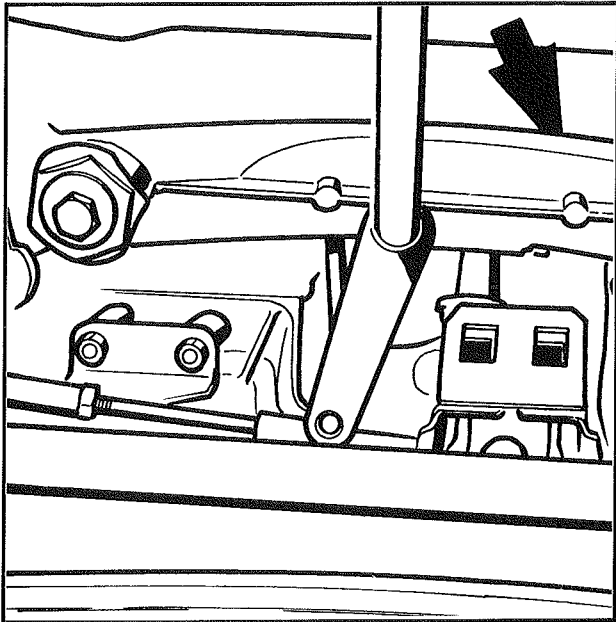

Fig. 2
- le relais sur crémaillère sans déboîter les rotules (Fig. 2),